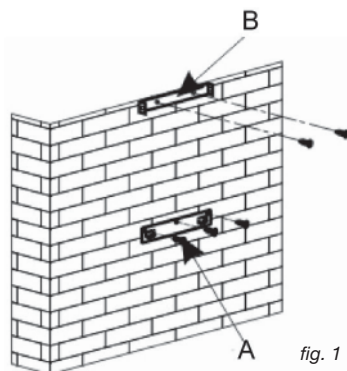

fig. 1
– Märk ut de 3 hålen som skall borraras och använd upphängningskroken till kåpan, avpassa och respektera det rekommenderade avståndet (del A i fig. 1).
– Skruva in hållaren för fastsättning av kåpan och se till att den är perfekt i våg. (del A i fig. 1).
- Beräkna den slutliga höjden för att skruva dit U bygeln till skorstenens fäste (del B fig. 1).
- Borra de 2 hålen på 8 mm och skruva i monteringsflänsen till skorstenen, kontrollera att den är i linje med kåpan (del B fig. 1).